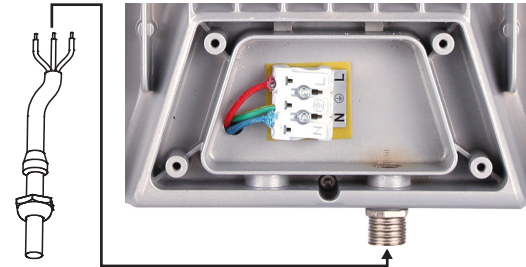

Bild 4
4. Prepare the cable in according to statutory regulations. Push the cable through the cable gland and seal it by tightening the union nut. Connect the wires according the marks (fig. 4). Remove the cover and tighten the 4 screws (fig. 5). Tighten the union nut of the cable gland. Make sure you have a proper seal to ensure jet water protection (IP65).
4. Die stromlose Zuleitung laut gesetzlicher Richtlinie vorbereiten. Das Kabel durch die Kabelverschraubung schieben und laut Kennzeichnung anschliessen (Bild 4). Den Deckel wieder aufsetzen und mit den 4 Schrauben (Bild 5) wieder festschrauben. Die Mutter der Kabelverschraubung anziehen. Achten Sie auf eine richtige Abdichtung, um den Strahlwasserschutz (IP65) zu gewährleisten.